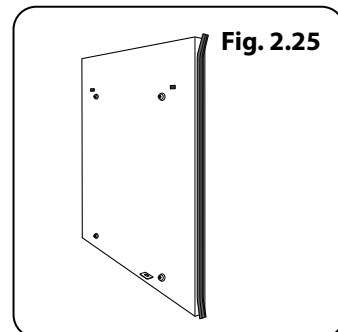

Fig. 2.25
- Et une cloison éco-énergie (**Fig. 2.25**)